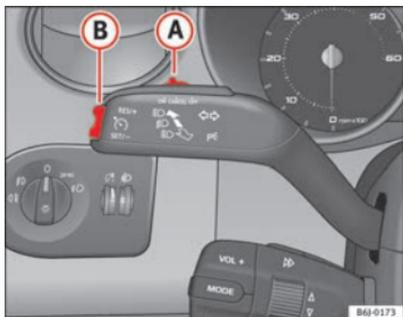

Abb. 109 Blinker- und Fernlichthebel: Schalter und Wippe für die Geschwindigkeitsregelanlage
- Drücken Sie den oberen Teil der Wippe **RES** ⇒ Abb. 109 **(B)**, um die Geschwindigkeit zu erhöhen. Solange Sie die Wippe gedrückt halten, beschleunigt das Fahrzeug. Sobald Sie die Wippe loslassen, wird die neue Geschwindigkeit gespeichert.
Wenn Sie die gespeicherte Geschwindigkeit durch Treten des Bremspedals verringern, wird die Geschwindigkeitsregelanlage deaktiviert. Sie können durch einmaliges Drücken des oberen Teils der Wippe **RES+** ⇒ Abb. 109 **(B)** die Regelung wieder aufnehmen.